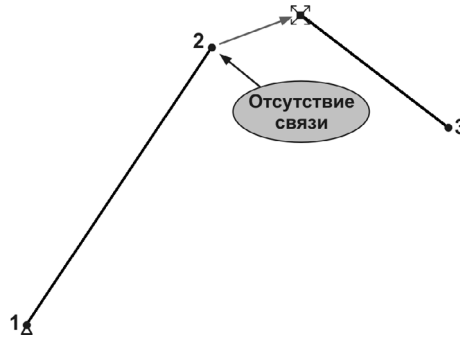

Рис. 59.4.
- 2.3. Щелкните мышью по характерной точке, соответствующей точке 2, и, не отпуская кнопку мыши, переместите узелок немного вправо и вверх (рис. 59.4). Затем отпустите кнопку мыши.